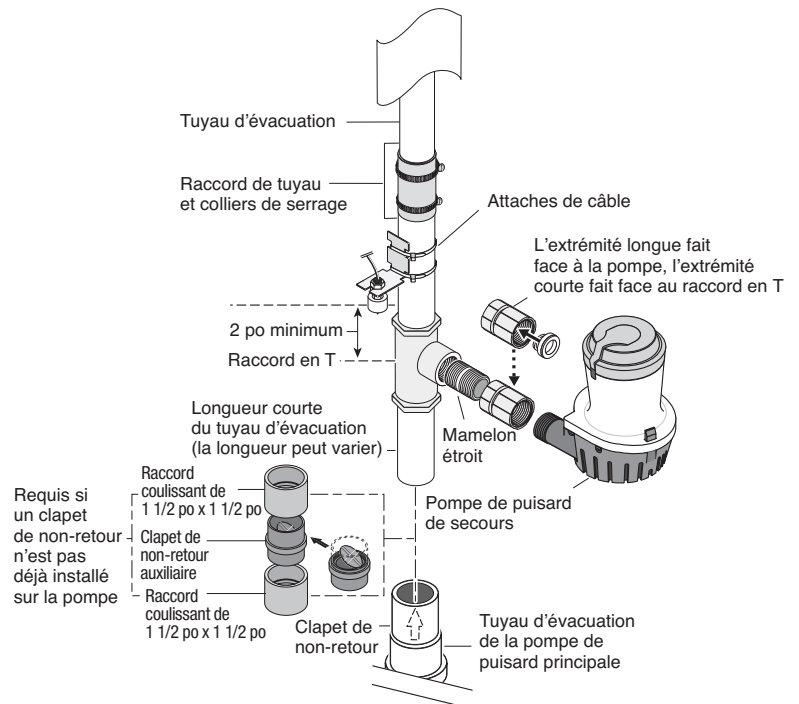

FIGURE 5 : INSTALLATION - MÉTHODE B
1. Faites une deuxième coupe dans le tuyau d'évacuation à la marque de crayon effectuée à l'étape 1 et mettez de côté le morceau coupé du tuyau d'évacuation. Voir Figure 5.
REMARQUE : Un clapet de non-retour doit être installé dans la décharge de la pompe de puisard principale entre le raccord en T et la pompe de puisard principale. Cela empêchera la recirculation dans la pompe principale lorsque la pompe de puisard de secours se mettra en marche. Voir la figure 5.